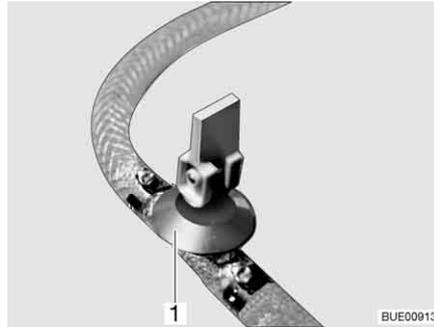
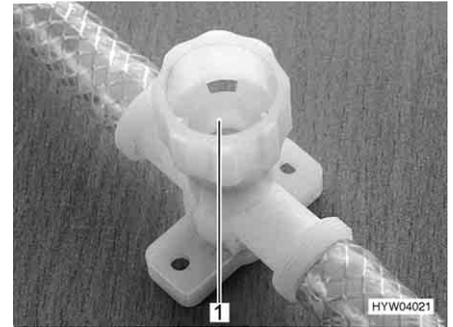

Bild 227 Ablasshahn (mit Kipphebel)
Bild 228 Ablasshahn (mit Drehkappe)
- Alle Ablasshähne öffnen. Dazu den Kipphebel des Ablasshahns (Bild 227, 1) senkrecht stellen oder die Kappe des Ablasshahns (Bild 228, 1) entgegen dem Uhrzeigersinn drehen.